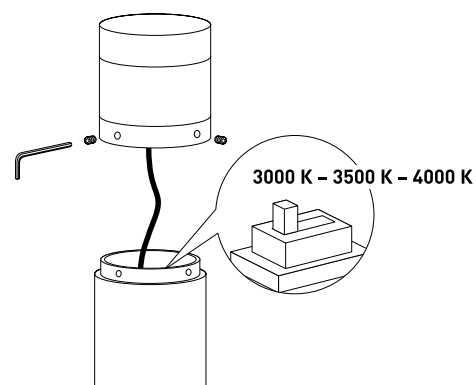

Рис. 4. Установка цветовой температуры
- Для изменения цветовой температуры необходимо выполнить следующие действия (рис. 4):